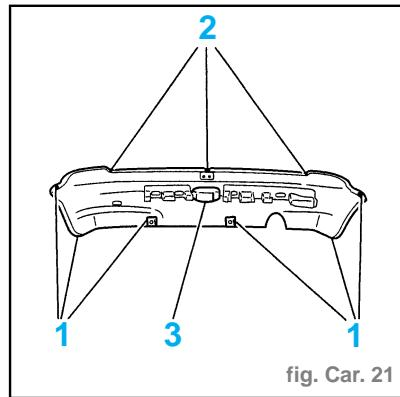

fig. Car. 21
- Déposer les fixations (1) (fig. Car. 21).
- les fixations (2)
- la connexion électrique (3)